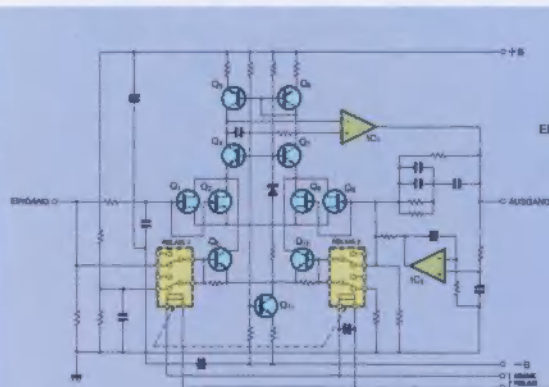

Abb. 4 Schaltkreis der MM/MC Phonostufe
In Abb. 4 ist der Schaltkreis der Phonostufe dargestellt. Für den Drehspulen- (MC) bzw. den Drehmagnet-Tonabnehmer (MM) sind getrennte Eingangsschaltkreise vorgesehen. Da die Ausgangsspannung und die Ausgangsimpedanz von Drehmagnet-Tonabnehmern (MM) sehr hoch ist (die Impedanz kann bei hohen Frequenzen 10 k Ω errei-